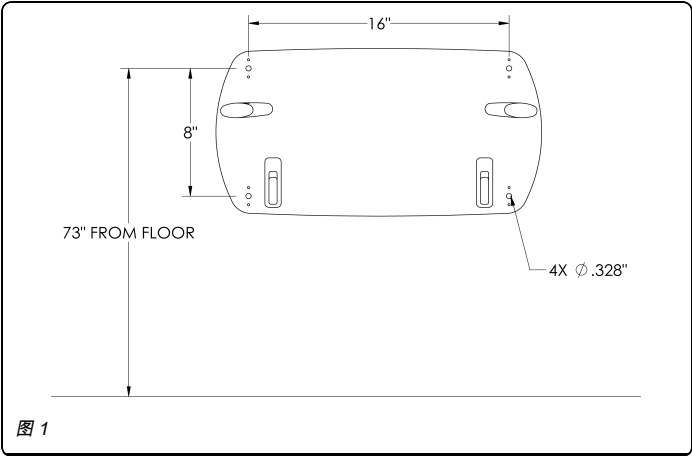

图 1
1. Drill four (4) 5/16" diameter pilot holes into concrete wall at locations specified. (See figure 1).
3. Mount storage rack to wall using four (4) concrete anchors (*provided*).
1. Drill four (4) 15/64" diameter pilot holes into wall studs at locations specified. (See figure 1).
2. Mount storage rack to wall using four (4) lag screws (*provided*).
1. Drill four (4) 1/2" diameter pilot holes into wall studs at locations specified. (See figure 1).
2. Install four (4) 1/2" diameter toggle anchors:
1. 在混凝土墙的指定位置打钻四 (4) 个 5/16" 直径的导向孔。（参见图 1）。
3. 使用四 (4) 个混凝土锚（已提供）将储存架安装到墙壁上。
1. 在墙壁架柱的指定位置打钻四 (4) 个 15/64" 直径的导向孔。（参见图 1）。
2. 使用四 (4) 个方头螺丝（已提供）将储存架安装到墙壁上。
1. 在墙壁架柱的指定位置打钻四 (4) 个 1/2" 直径的导向孔。（参见图 1）。
2. 安装四 (4) 个 1/2" 直径切换定位锚：